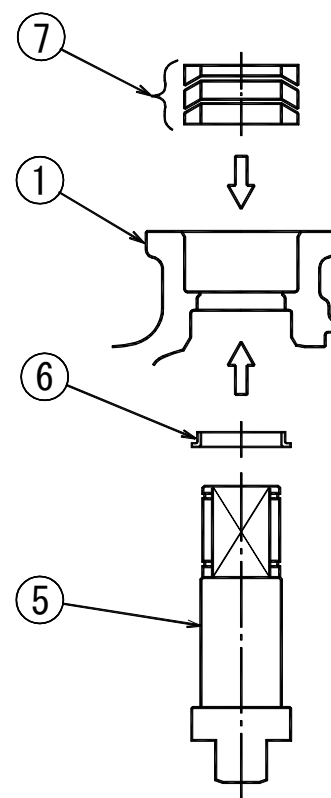
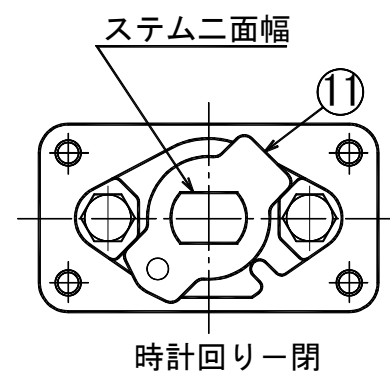

図 1
図 2
- 1) ボディ①の配管フランジを下に，グランド部を手前にして，垂直に置く。
- 2) ボディ①に，スタッドボルト⑬のねじの切っていない部分をプライヤでつかみ十分にねじ込む。スタッドボルト⑬のねじ部の長さが異なる場合は，短い方をボディ①にねじ込んでください。
- 3) ステム⑤にステムベアリング⑥を装着する。
- 4) ステム⑤をボディ①の内側からグランド部に装着する。
- 5) 図1を参照して，入れる方向を確認し，グランドパッキン⑦をボディ①に装着する。
- 6) グランドキャップ⑨にグランドベアリング⑩ (25A～300A)を入れ断面図を参照し，キーロック穴を下側にして，ボディ①のグランド部に装着する。
- 7) 片方の手でボディ①をつかみ固定し，他方の手でステム⑤を十分にボディ①外側に引っ張った後，ボルト⑮ 2本をねじ込む。(手で締める程度とする)
- 8) ボルト⑮ 2本を片締めにならないように，締め過ぎないように，交互に締め付ける。
- 9) 図2を参照して，ステム⑤の二面幅方向を確認し，時計方向に回すと閉になるように，ストッパ⑪を取り付ける。
- 10) 手動弁で，ハンドルを固定する場合，ハンドルを取付の上，スナップリング⑬をスナップリングプライヤを用いて，ステム⑤の手前の溝にはめ込む。手動弁で，ハンドルを取り外して使用する場合，および駆動装置付きの場合，スナップリング⑬を，ステム⑤奥の溝にはめ込む。
- 11) 本体材質がF C，F C D，W C Bのものについては，ボールシート④の背面にグリス(共同油脂(株) シンプレックス S No.00 または相当品)を少量塗布し，断面図を参照して入れる方向に注意し，ボディ①およびボディキャップ②に装着する。